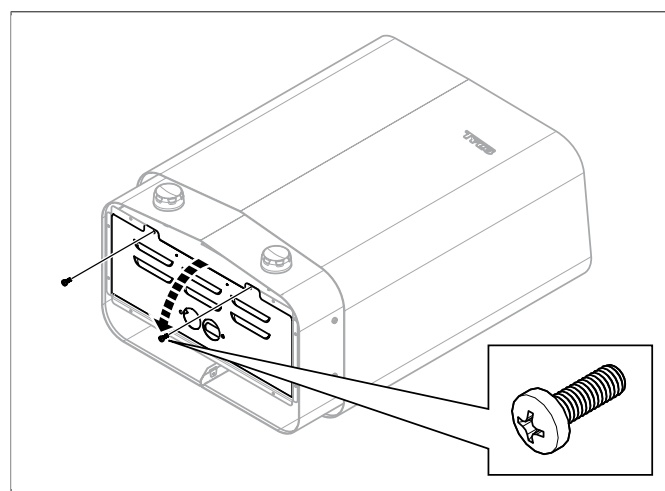

Fig 5: Ouverture/fermeture du volet
2. Desserrer les vis et ouvrir le volet (voir **Fig 5**, page 3).
5. Fermer le volet et serrer les vis (voir **Fig 5**, page 3).